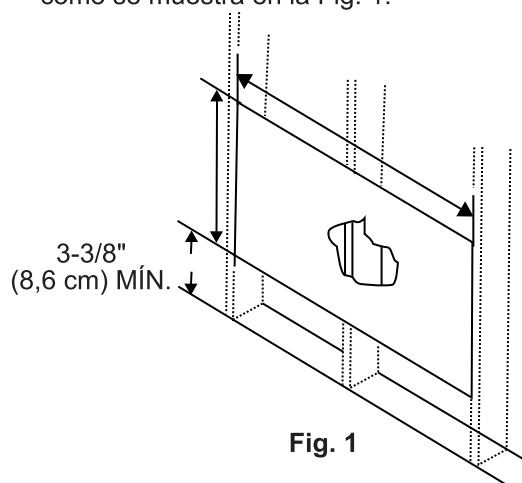
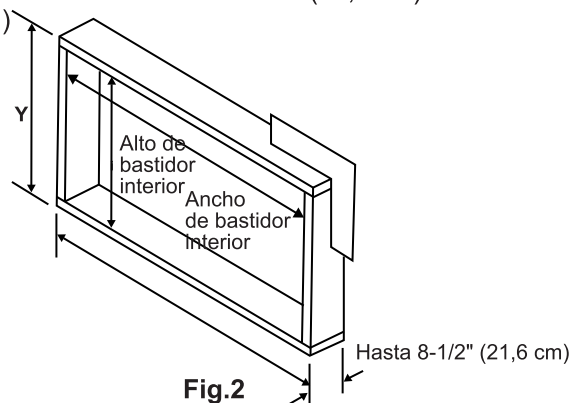

Fig. 1
Fig. 2
3. Mida con los bordes internos de los entramados como se muestra en la Fig. 1.
Mida y corte una apertura con cuidado siguiendo las dimensiones según el modelo. Consulte la Fig. 1 y Fig. 2. ANCHO "X" = ancho de modelo interior más el doble del espesor del material de bastidor usado.